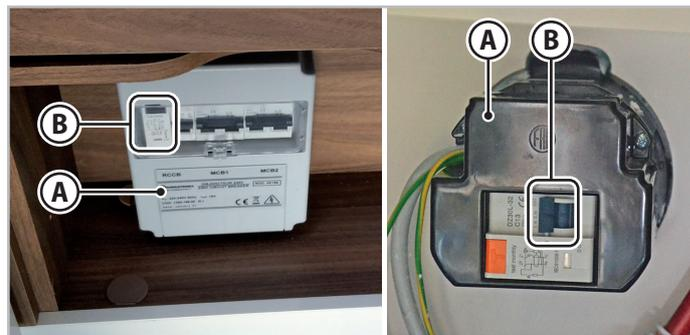

Fig.6.28 - Cuadro de alimentación
El cuadro de alimentación de 220 V (**A** - Fig.6.28) del vehículo está protegido por un interruptor magnetotérmico-diferencial de dos polos (**B** - Fig.6.28). La toma de alimentación está equipada con un tercer polo de toma de tierra, tal y como exige la normativa vigente.
1. Baje las palancas **(B)** - Fig.6.28) del interruptor diferencial.
5. Levante las palancas **(B)** - Fig.6.28) del interruptor diferencial.